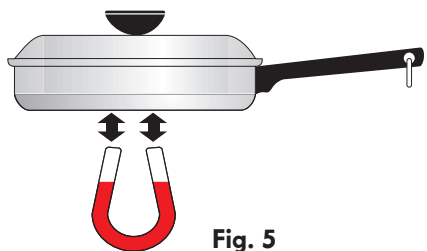

Fig. 5
Au moment de l'achat d'ustensiles, choisissez des ustensiles spécialement identifiés par le fabricant pour l'utilisation sur les tables de cuisson à induction. Si vous n'êtes pas certain, utilisez un aimant pour vérifier si l'ustensile fonctionnera sur une table à induction. Si l'aimant est attiré et colle au fond de l'ustensile, ceci indique que le type de matériel de l'ustensile est adéquat pour la cuisson sur les appareils à induction (Fig. 5).
- d'utiliser des ustensiles faits de matériau adéquat pour les surfaces de cuisson à induction (Fig. 5).